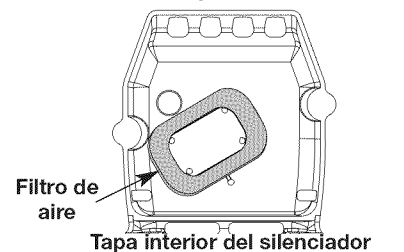

Fig. 13
2. Gire la tapa y ubique el filtro de aire adentro. Saque el filtro de aire de adentro de la tapa del filtro de aire / silenciador (Fig. 13).
2. Inserte los cuatro (4) tornillos en los orificios de la cubierta del silenciador / filtro de aire (Fig. 13) y ajústelos. No los ajuste demasiado.